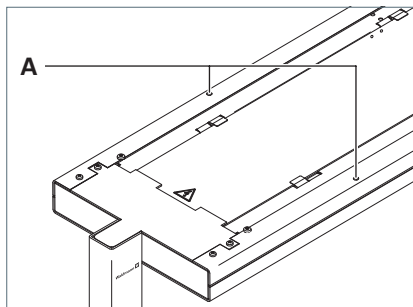

Fig. 12: Regolazione della testa dell'apparecchio d'illuminazione
- Per sollevare la testa dell'apparecchio d'illuminazione, ruotare la vite di regolazione **A** in senso antiorario, vedi Fig. 12.